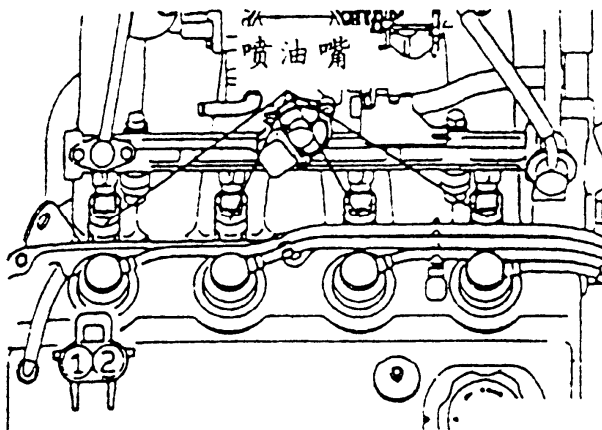

图 3-53 测量喷油器端子间的电阻值
(1) 测量喷油器端子间的电阻值。拆下喷油器的连接接头，如图 3-53 所示，测量喷油器端子间的电阻值。喷油器端子间电阻值的标准值为  $13\sim 16\Omega$  ( $20^\circ\text{C}$  时)。装回喷油器的接